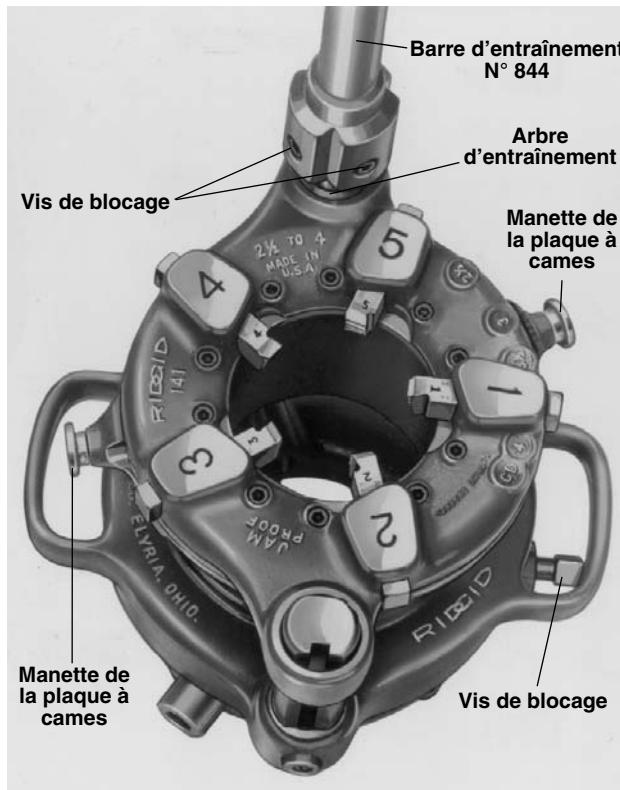

Figure 15 – Fileteuse démultipliée N° 141 avec barre d'entraînement N° 844 (Idem pour la fileteuse N° 161)
2. Tirez sur les manettes de la plaque à cames (*Figure 15*) et tournez la plaque à cames jusqu'au repère en tête de la tête de filière qui correspond à la section de tuyau voulu. Lâchez les manettes lorsque les broches de positionnement tombent dans le trou de la plaque de sélection.
2. Tirez sur les manettes (*Figure 15*) et tournez la plaque à cames jusqu'au repère CD qui se trouve au sommet de la tête de filière.
3. Retirez le jeu de filières usées (*Figure 15*) et installez un nouveau jeu de filières.
1. Posez la fileteuse sur le sol ou sur un établi avec l'arbre d'entraînement vers le haut. Montez la barre d'entraînement N° 844 sur l'arbre d'entraînement et serrez les deux (2) vis de blocage (*Figure 15*).
7. A l'aide de la clé à cliquet, errez le collier de serrage (*Figure 15*) à fond.
8. Enfilez la douille carrée de l'arbre d'entraînement universel N° 840A sur le carré de l'arbre d'entraînement de la fileteuse et serrez les deux (2) vis de blocage.
3. Desserrez les deux (2) vis de blocage et retirez l'arbre d'entraînement universel de la fileteuse.
4. N° 141 et N° 161 – Desserrez la vis de blocage des mors (*Figure 15*) et tournez le collier de serrage à la position OPEN (ouvert).